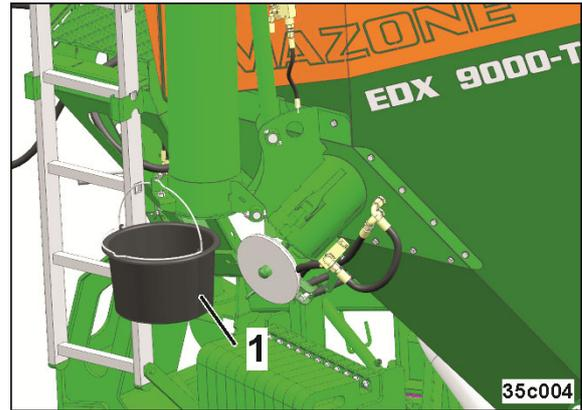

Fig. 250
7. Auffangbehälter einhängen (Fig. 250/1)